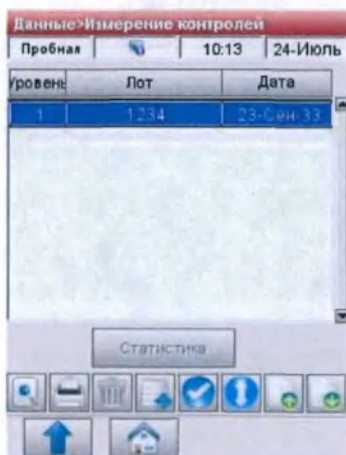

Рис.6-11 Измерение контролей
3. На экране <Данные – Измерение контролей> (Рис.6-11) выберите измерение и нажмите кнопку <Просмотр>